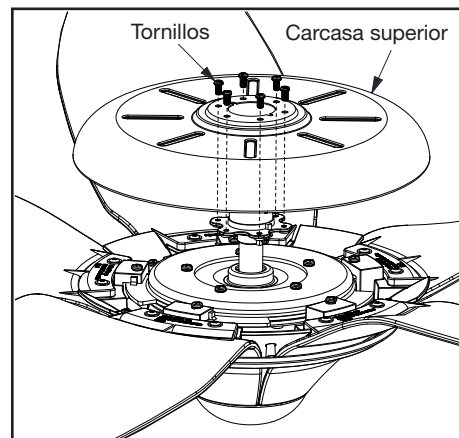

Figura 10
4. Coloca la carcasa superior en el conjunto del motor del ventilador y luego instala los tornillos. (Figura 10)